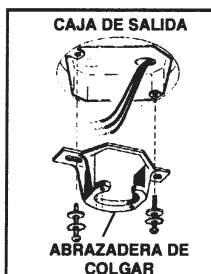

FIG. 5
Paso 1. Asegure la abrazadera de colgar a la caja de empalme del techo usando los tornillos de la caja de montaje y las rondanas incluidas con el ventilador (Fig. 5).